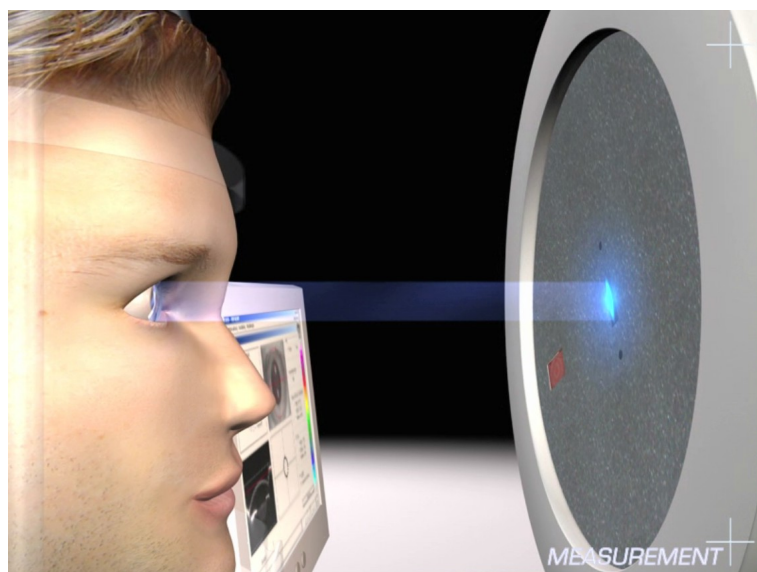

Fig.10: Luz de fenda na córnea
8. Observe o olho do paciente a ser examinado pela lateral e certifique-se de que a luz de fenda azul ilumina a córnea → Fig. 10 (página 33).